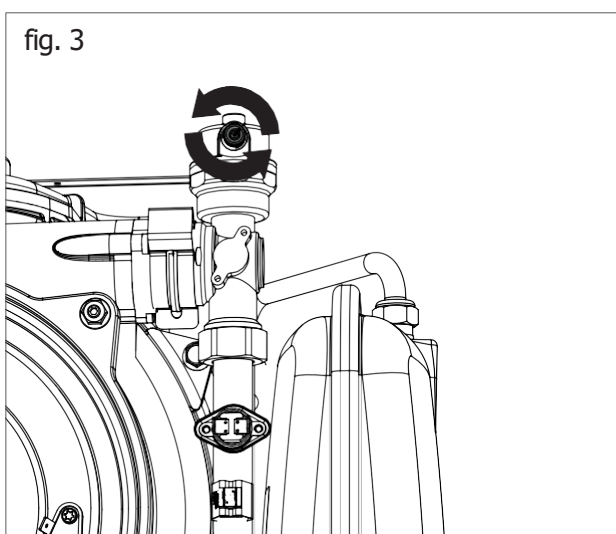

fig. 3
Pentru poziționarea centralei, procedați astfel (vedeți fig. 3):
3. Slăbiți ușor capacul supapei de aerisire situate în partea superioară a schimbătorului de condensare (fig. 3) pentru a elimina aerul din partea superioară a sistemului.
9. Deschideți supapele de aerisire ale radiatoarelor și verificați procesul de eliminare a aerului. **CÂND ÎNCEPE SĂ IASĂ APA, ÎNCHIDEȚI SUPAPELE DE AERISIRE ALE RADIATOARELOR ȘI SUPAPA DE AERISIRE SITUATĂ ÎN PARTEA DREAPTĂ SUPERIOARĂ A SCHIMBĂTORULUI DE CONDENSARE (FIG. 3).**